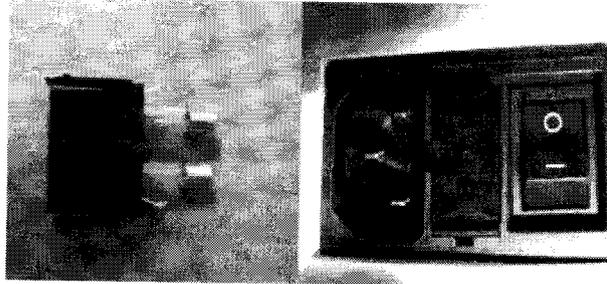

Figura 18: Caja de fusibles
- Reemplace el fusible con un SLOW-BLOW 1.6 A para alimentación de 220V o 3.15 A para 110V y empuje la caja nuevamente hacia su posición inicial (Figura 18).